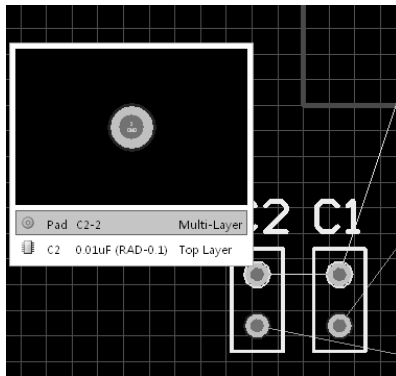

图 3.1.17 显示多个对象
(3) 单击元件,将元器件封装一个个放置在电路板区域(紫红色区域)中。如果选择的区域有多个对象,会出现一个重叠图件对话框,将对象一一列出,根据需要进行选择。如图 3.1.17 所示,选择电容 C2 时,弹出对话框中有两个对象,一个是 C2 的焊盘 2,一个是 C2,若要移动 C2,选择下面的 C2 即可。